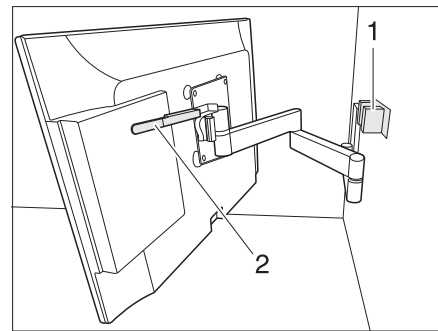

Bild 7 Halterung mit Gelenkarm
- Flachbildschirm in Ausgangsstellung zurückschwenken und in Arretierung (Bild 7, 1) einrasten lassen.